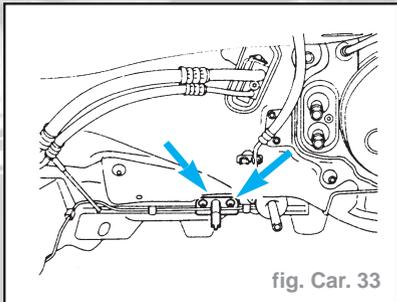

fig. Car. 33
- Écoulement de condensat (la figure représente un véhicule avec moteur déposé) (fig. Car. 33).
- Écoulement du condensat - (la figure représente un véhicule avec moteur déposé) (fig. Car. 33).